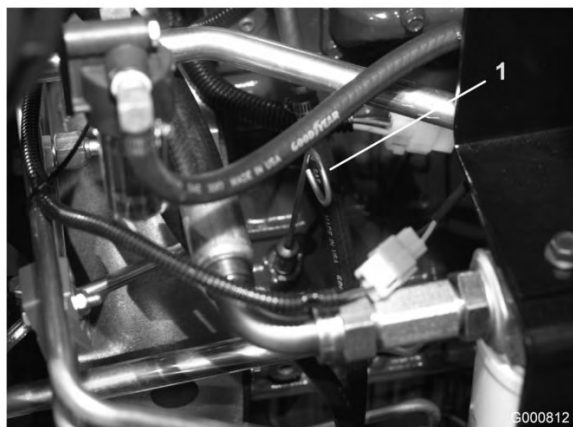

Figura 30
2. Retire la varilla (Figura 30), límpiela, y vuelva a colocarla. Retírela de nuevo y compruebe el nivel de aceite. El nivel debe llegar a la marca FULL (lleno) de la varilla.